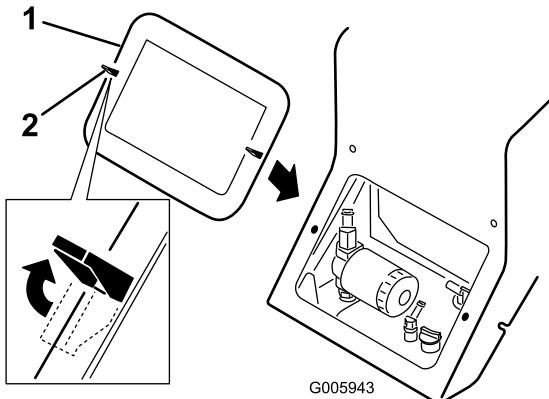

Bild 24
3. Lösen Sie die zwei Blockierzungen (Bild 24 oben, linke Zunge ist abgebildet).